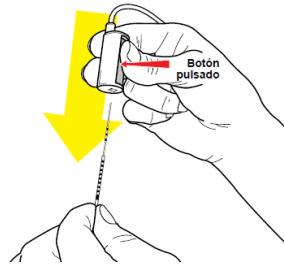

Figura 5. Presione el botón del conector del cable de estimulación intraoperatoria para conectar el cable de estimulación intraoperatoria al electrodo de ECP.
4. Con el estilete del electrodo en su posición, deslice el cable de estimulación intraoperatoria en el extremo proximal del electrodo de ECP (Figura 5). Asegúrese de que el electrodo de ECP esté totalmente insertado. El conector del cable de estimulación intraoperatoria se detendrá cuando el electrodo de ECP esté totalmente insertado.